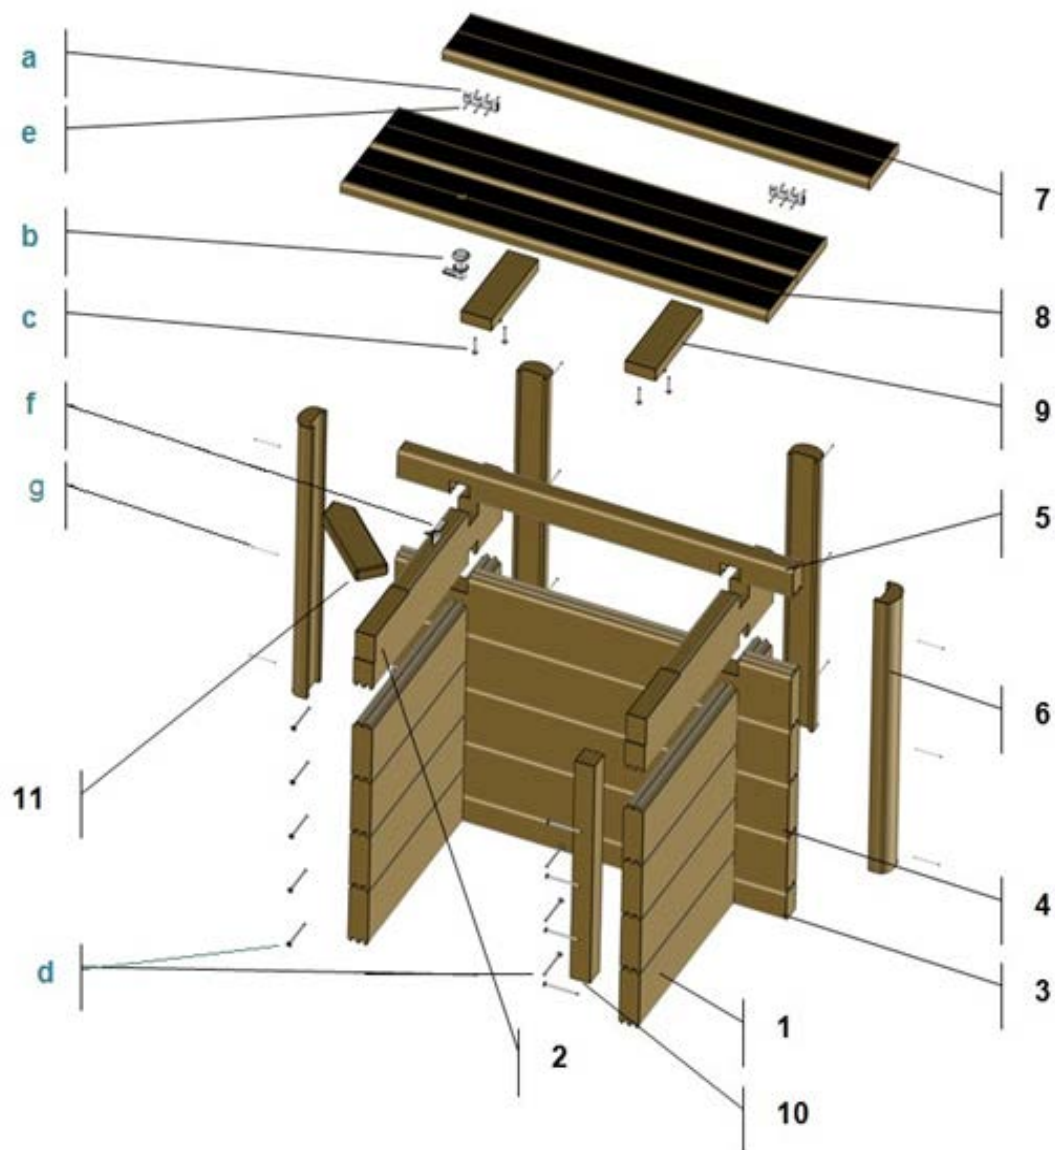
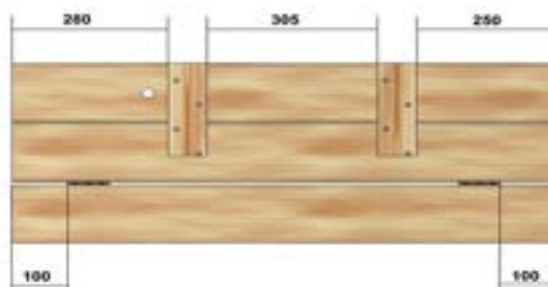

Figure 59 – Éclaté du coffre
Figure 66 – Assemblage du caillebotis
Pour finir, fixez le tasseau de 45 × 45 mm (pièce n°10 de la *Figure 59*) à l'aide de 4 vis à tête fraisée 5 × 80 torx filetées sur 50 mm (d). Ce tasseau doit affleurer l'extrémité des lames en bois du coffre.
La pièce d'angle livrée avec le pack bois de votre piscine urbaine est rectangulaire. Après pose des margelles de votre coffre, cela laisserait un espace vide triangulaire. Afin d'éviter ce désagrément, il convient de substituer cette pièce par celle livrée avec le coffre (pièce n°11 à la Figure 59), qui comporte une extrémité pointue.
- Par fixation du tasseau (pièce n°10 à la Figure 59) dans les lames bois du bassin à l'aide de 3 vis à tête fraisée 5 x 80 torx filetées sur 50 mm (d);
A l'aide de 3 vis à tête fraisée 4 × 35 par charnière (e), visser les deux charnières sur la tranche d'une margelle de caillebotis de 97,5 cm de longueur (pièce n°7 à la Figure 59) aux cotes indiquées à la Figure 66.
Les deux margelles de 97,5 cm de long restantes (dont l'une présente un perçage destiné à recevoir le verrou) sont à solidariser entre elles à l'aide de tasseaux à fixer par le dessous. Utiliser 2 vis à tête fraisée 5 × 40 torx fileté sur 25 mm par tasseau et par lame, soit un total de 8 vis (c), en respectant l'emplacement du perçage destiné au verrou et les cotes indiquées à la Figure 66, et en ménageant un jeu de 2 mm entre les deux margelles.
Le système de verrouillage de la trappe est constitué d'un canon de serrure à clef, d'une came de serrure à fixer à l'extrémité du canon de serrure, et d'une gâche de serrure à fixer dans la lame de verrouillage du coffre (pièce n°2 à la *Figure 59*).